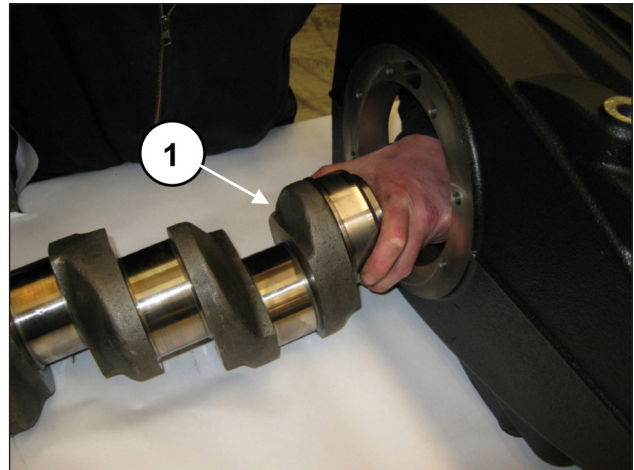
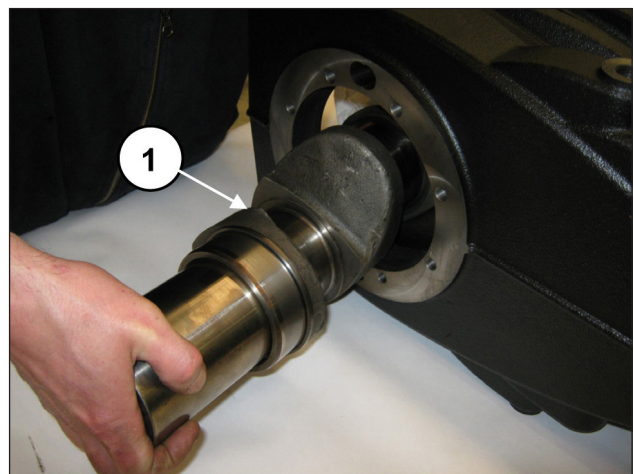

Abb. 47
Abb. 48
Achten Sie beim Einführen der Welle auf Zapfwellenseite darauf, nicht gegen die Schäfte der vorab eingebauten Pleuelstangen zu stoßen (Pos. ①, Abb. 47) und (Pos. ①, Abb. 48).